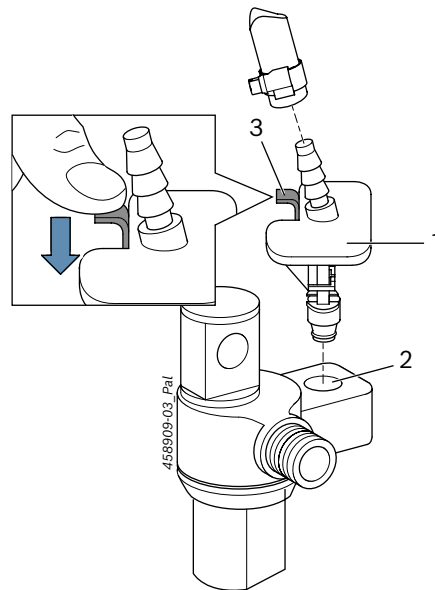

Fig. 3: Adaptador de retorno 1 683 356 137
El adaptador de retorno 1 683 356 137 (Fig. 3, pos. 1) conecta el retorno de Delphi CRI (Fig. 3, pos. 2) a través del tubo flexible 1 680 712 249 y del tubo flexible 1 680 712 289 con la conexión de comprobación para el caudal de retorno en EPS 200 / EPS 205.
i Presionando la solapa (Fig. 3, pos. 3) el adaptador de retorno está asegurado. Para retirarlo, tirar de la solapa hacia arriba y sacar el adaptador de retorno de la conexión de retorno.